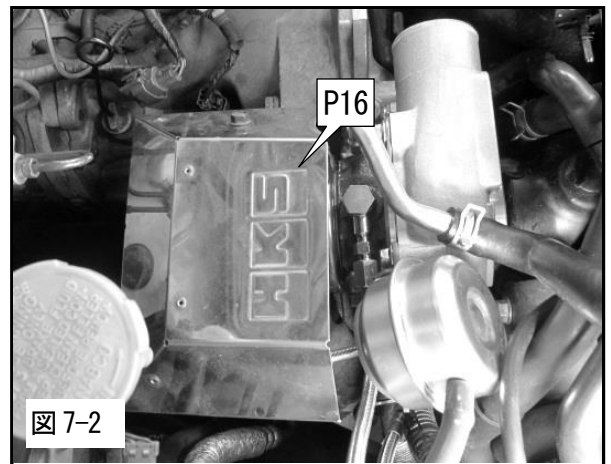

図 7-2
(2) フロントパイプに A/F センサ、O2 センサを取付けてください。
(3) 純正のタービン遮熱板の代わりにキット内のヒートインシュレータを取付けてください。(図 7-2)
(4) ターボチャージャとインテークホースを接続してください。
(5) アクチュエータやブーストコントローラの配管を行なってください。